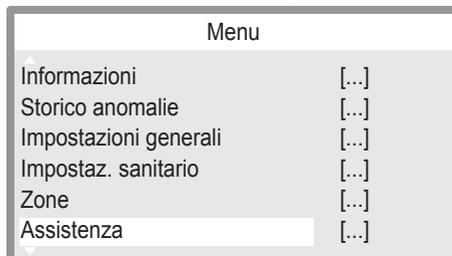

Figura 9.3
- Premere i tasti 12 o 13 (Figura 6.6) per selezionare il menu desiderato (Figura 9.3).